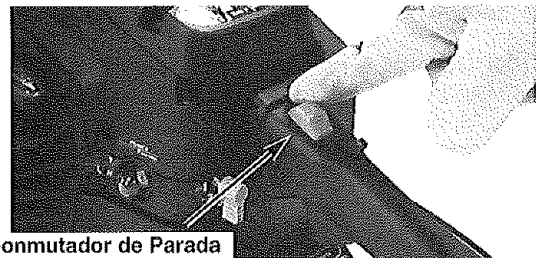
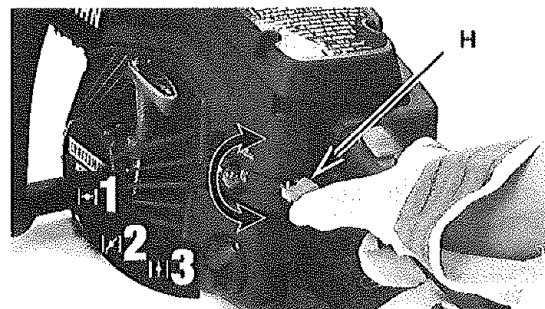

Fig. 4
Fig. 6
2. Mueva el conmutador PARADA hacia arriba hasta la posición PARADA (Fig. 4).
1. Deslice el conmutador PARADA hacia abajo (Fig. 4). La **palanca roja de estrangulador** (H) tiene 3 posiciones: Posiciones 1, 2 y 3 (Fig. 6).
3. Mueva la **palanca roja de estrangulador** (H) a la Posición 1 (Fig. 6).